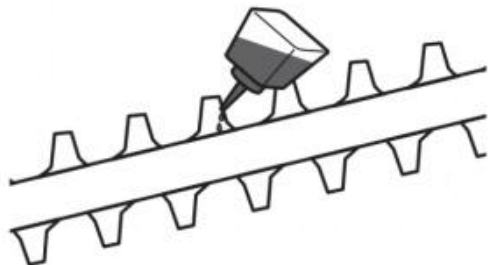

Fig. 76
2. Lubrifiez la lame de coupe (D3) après chaque utilisation pour prolonger la durée de vie de la lame et du produit. Appliquez de l'huile de machine légère le long du bord de la lame de coupe (Fig. 76).